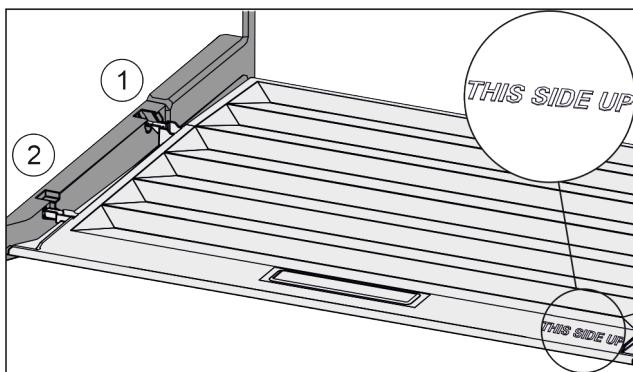

Fig. 127
- Výstupky veka zavedte cez otvor zadného držiaka Fig. 127 (1) a zaistite vpredu v držiaku Fig. 127 (2).